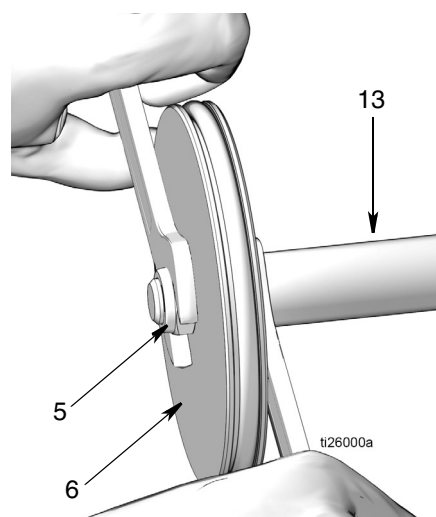

FIG. 22
- a. Tirer la tige de piston (13) et le piston (6) hors du vérin pneumatique (2) (FIG. 22).
- b. Pour séparer la tige de piston (13) et le piston (6), faire tourner deux clés dans le sens opposé l'une de l'autre. Poser une clé à fourche sur les méplats de la tige de piston ; la seconde clé est utilisée pour desserrer l'écrou (5) comme indiqué à la FIG. 22.
**REMARQUE :** La clé à fourche posée sur les méplats de la tige de piston n'est utilisée que pour tenir fermement la tige, **ne pas faire** tourner cette clé. Faire tourner cette clé pourrait rayer ou endommager la surface du piston et entraîner des fuites de liquide pendant le fonctionnement de la pompe. Ne faire tourner que la clé posée sur l'écrou (5) pour le desserrer puis le retirer.